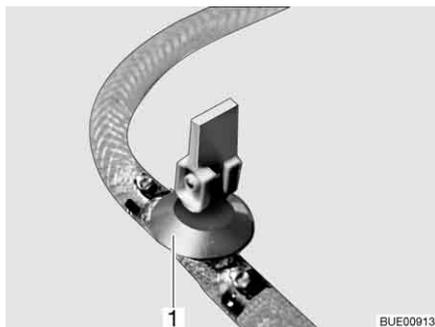
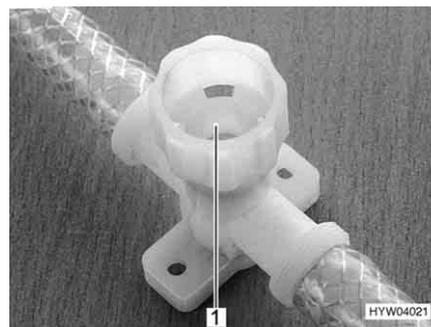

Fig. 225 Robinet de vidange (avec levier à bascule)
Fig. 226 Robinet de vidange (avec capuchon tournant)
- Fermer tous les robinets de vidange. Placer pour ce faire le levier à bascule (Fig. 225,1) à l'horizontale ou faire tourner le capuchon du robinet de vidange (Fig. 226,1) dans le sens des aiguilles d'une montre.